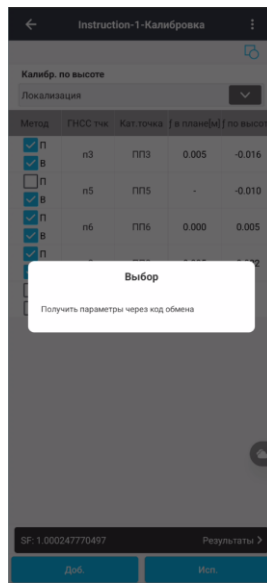

Рисунок 2.2.21
- ☛ Выберите **Получить параметры через код обмена** (Рисунок 2.2.21).